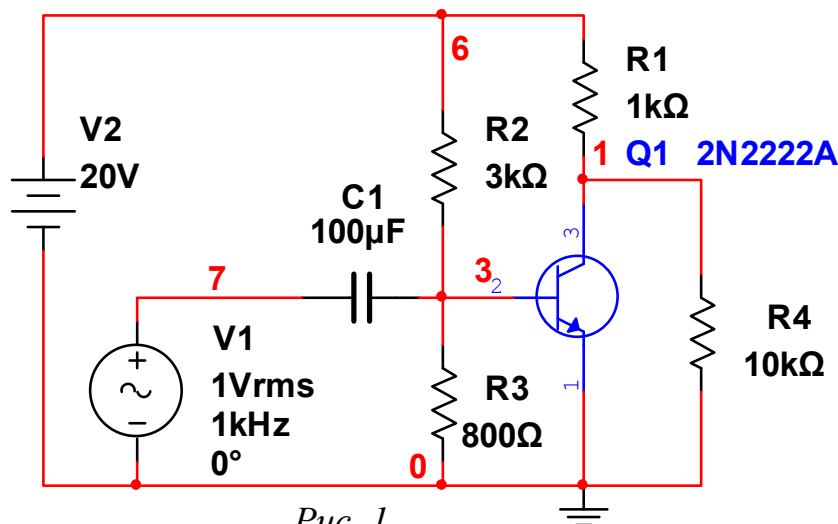

Рис. 1.
4. Відімкнути емітерну ємність (Рис.2.). Побудувати АЧХ. Порівняти коефіцієнти підсилення та смуги пропускання для схем рис.1 та рис.2.
Як підсилювач, у даному генераторі буде використовуватися каскад, що був досліджений у лабораторній роботі № 2 (рис.1).
1. Для свого варіанту транзистора зібрати схему, подібну до рис.1 і забезпечити коефіцієнт підсилення каскаду порядку 20-100 (слід використати результати лабораторної роботи №2).